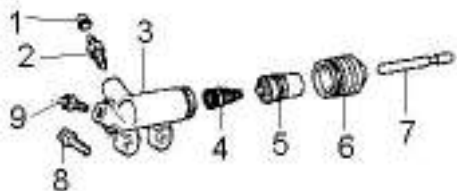

Рис. 3-16. Детали цилиндра привода выключения сцепления (рабочего цилиндра).
**Рабочий цилиндр.** Снимите защитный резиновый чехол 6 (рис. 3-16) вместе с толкателем 7, используя сжатый воздух как показано на рисунке 3-17 извлеките поршень, это позволит вынуть пружину 4 и поршень 5.